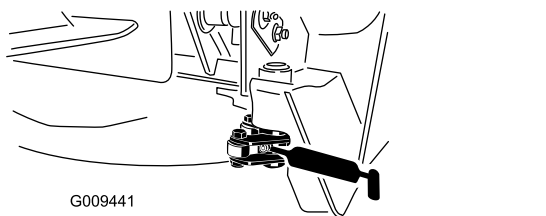

Рисунок 60
- Оси поворота защелок (2 шт.) (Рисунок 60)